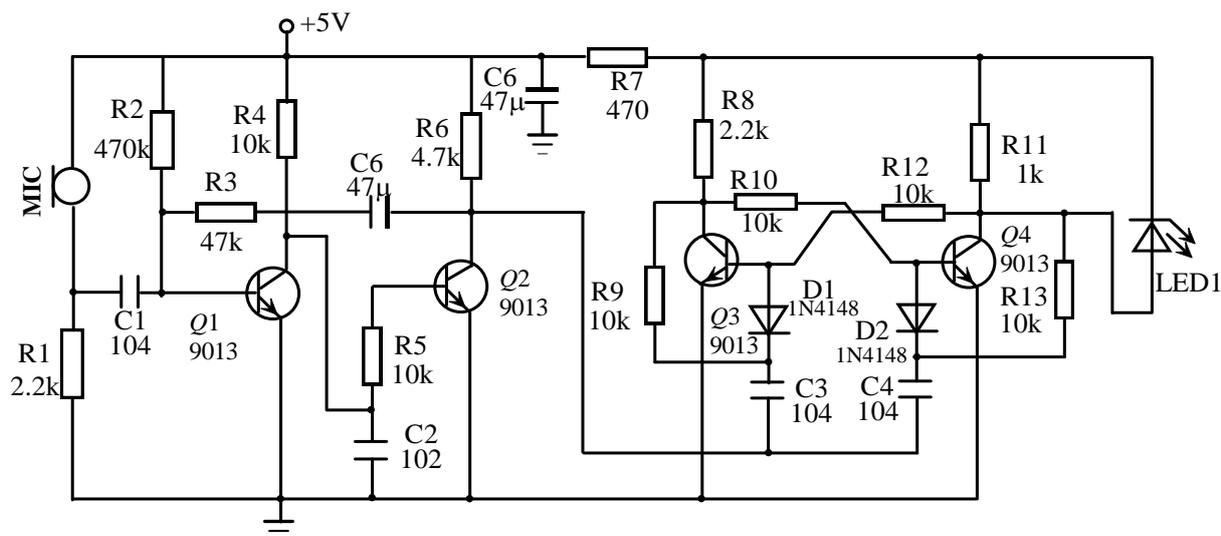

图 9-1 拍手开关电路
**二、工作原理** 拍手开关电路如图 9-1 所示，电路主要由音频放大电路和双稳态触发电路组。Q1 和 Q2 组成二级音频放大电路，由 MIC 接受的音频信号经过 C1 耦合到 Q1 的基级，放大后